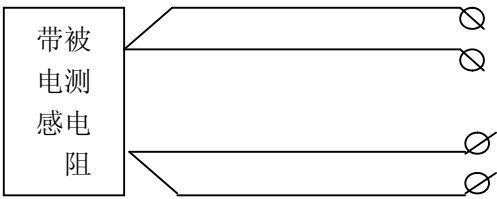

图 5
通仪器电源之前，将仪器测试导线与被测对象相连，如图 5 所示：
- ① 选择相对应的量程；
- ② 按图 5 示意夹上夹子；
- ③ 开电源，面板上数字闪烁，约几秒钟（时间根据电感大小）后，待面板上读数稳定后读取数值；
- ④ 测试结束，先关电源等待几秒钟（时间根据电感大小）后，取下夹子；